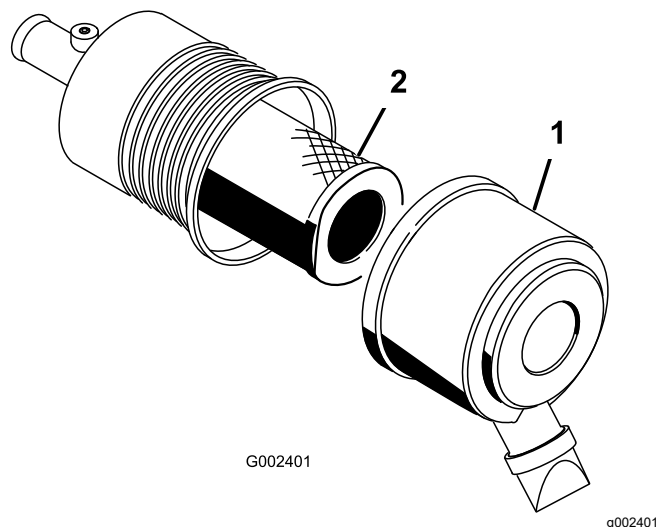

Figura 55
2. Liberte os trincos que fixam a cobertura do filtro de ar ao respetivo corpo (Figura 55).
3. Retire a cobertura do corpo do filtro de ar (Figura 55).
5. Retire e substitua o filtro (Figura 55).